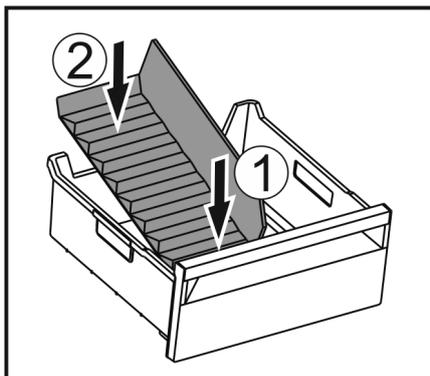

Fig. 196
- ▶ Vorderen Teil des Eisfach-Trenners einsetzen. Fig. 196 (1)
- ▶ Hinteren Teil des Eisfach-Trenners bis zum Schubfachboden absenken. Fig. 196 (2)